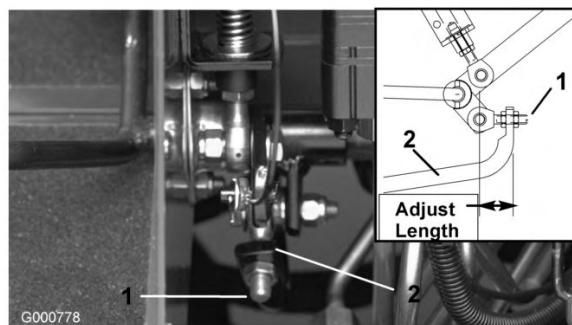

Bild 73
4. Stellen Sie die Bundmutter am Pumpenstangenende ein, um die Pumpensteuerungsstange nach vorne zu verschieben, um ein Verschieben nach vorne zu vermeiden, oder um die Pumpensteuerungsstange nach hinten zu verschieben, um ein Verschieben nach hinten zu vermeiden (Bild 73).